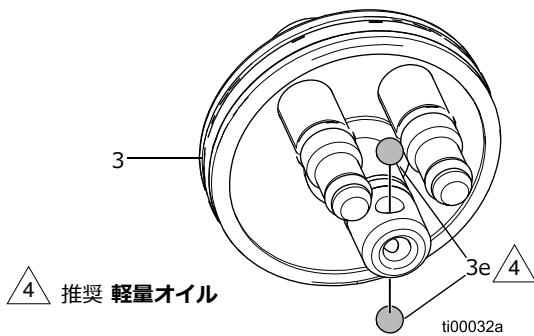

図 35: ピストンボールベアリングの位置
1. ボールベアリング(3e)が所定の位置にあることを確認します。図 35。
5. 流体スプリング (11) を取り付けます。